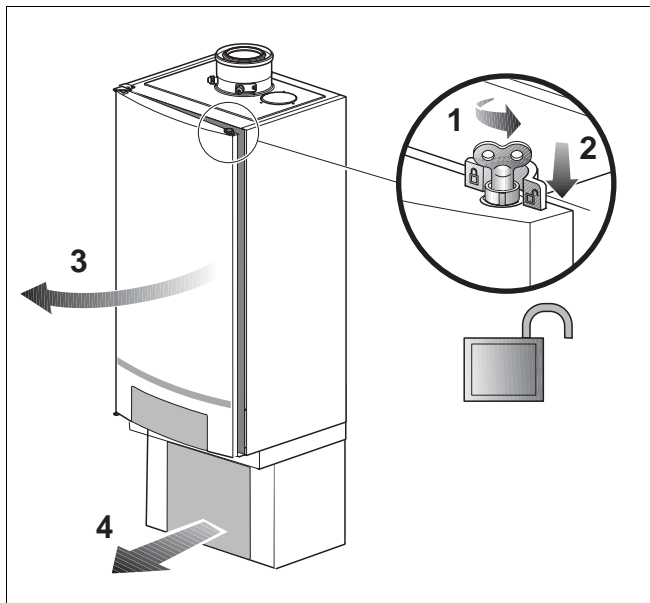

Fig. 61 Deschideți ușa cazanului
- Deschideți zăvorul ușii cazanului cu cheia de aerisire rotind un sfert de tura (Fig. 61, **Lupă**).
- Apăsăți zăvorul în jos (Fig. 61) și deschideți ușa cazanului.
- Îndepărtați carcasa de acoperire a grupului de racord (Fig. 61).